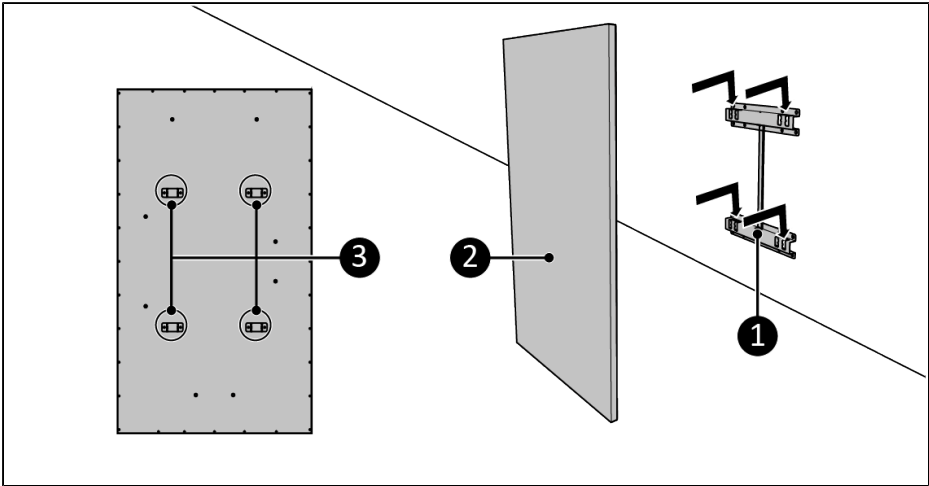

Abbildung 53.
5. Platzieren Sie die Gerätehalterungen (Abbildung 53, Pos. 3) über der Wandhalterung (Abbildung 53, Pos. 1).
6. Schieben Sie das Gerät (Abbildung 53, Pos. 2) in die Öffnungen der Wandhalterung (Abbildung 53, Pos. 1).